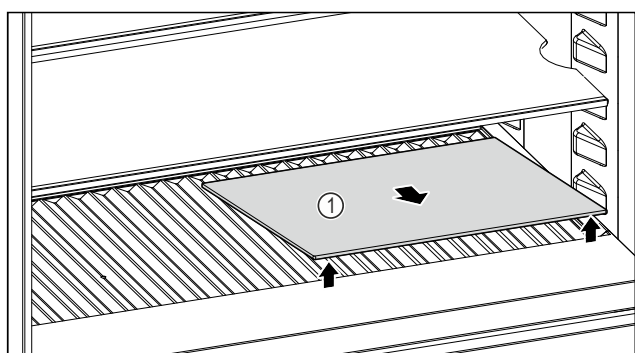

Fig. 254
- Lyft glasskivan Fig. 254 (1) i ursparingen framtill och ta ut den.
- Förvara glasskivan Fig. 254 (1) säkert utanför skåpet.